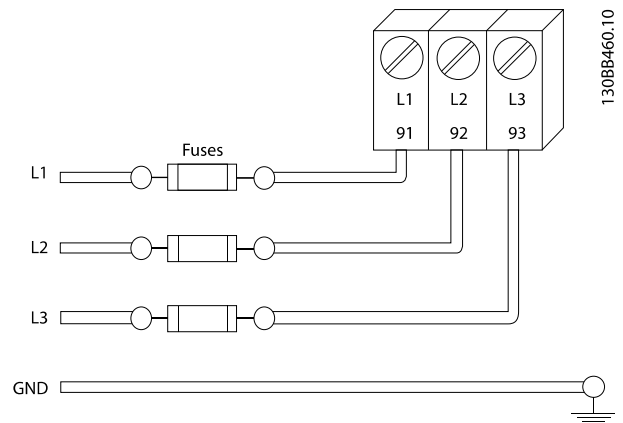

图 2.7 变频器熔断器
- 必须为所有变频器都提供短路和过电流保护。为了提供这种保护，须采用输入熔断装置，请参阅 图 2.7。如果出厂时没有附带熔断器，则须由安装商作为安装的一部分而提供。请参阅 10.3 熔断器表 中的熔断器最大额定值。